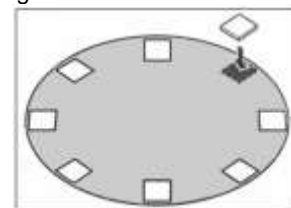

fig. 8
c) Quitar las guías inferiores y las placas base y colocar las baldosas alrededor del círculo donde se encontraban las placas base, fig. 8.